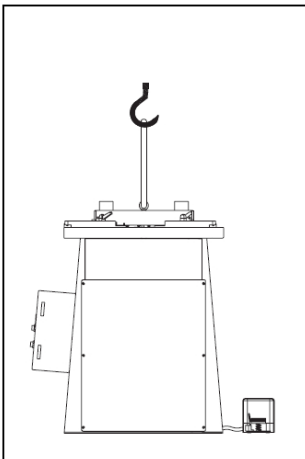

Abb. 10: Positionieren mit dem Kran
Schritt 5: Heben Sie die Maschine mit einem Kran von der Palette und stellen Sie diese an die Arbeitsposition (Abb.10).